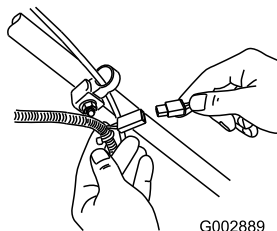

Figure 50
1. Branchez le chargeur au faisceau de câblage de la tondeuse situé sous la clé de contact (Figure 50).